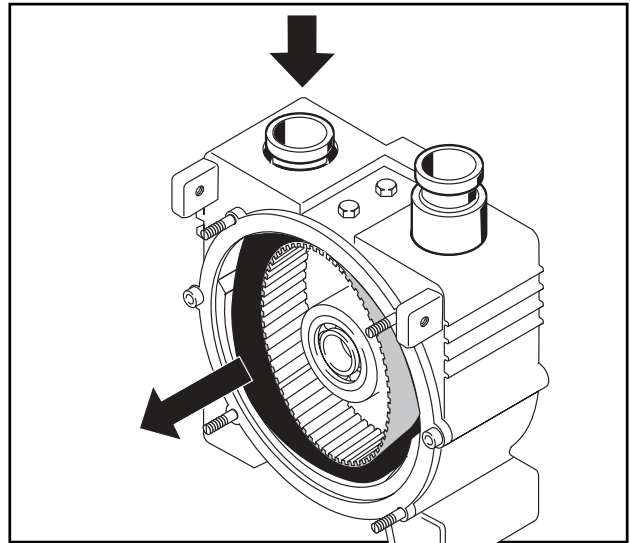
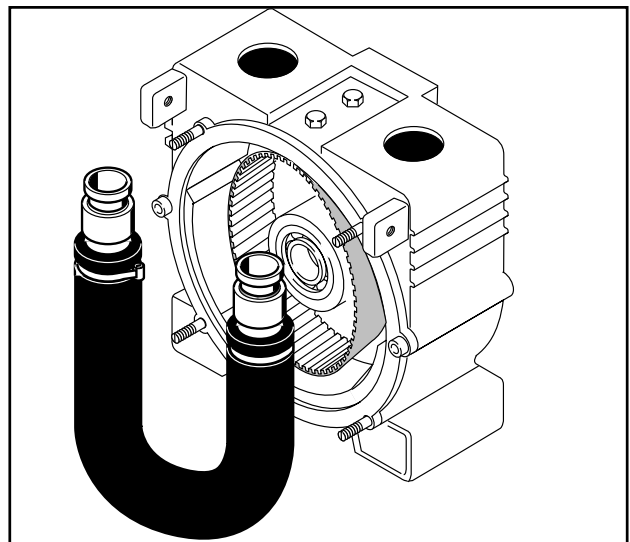

Abb. 11
Abb. 12
8. Förderschlauch auf der Druckseite in das Gehäuse zurückziehen, danach Saugseite zurückziehen und herausnehmen (Abb. 11 und Abb.12).